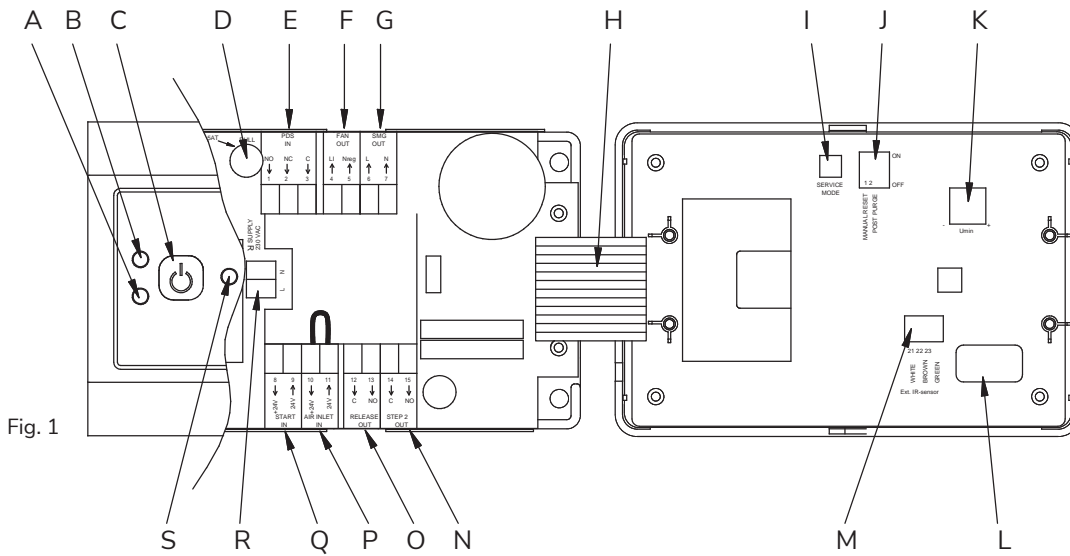

Fig. 1
Kontroller den fabrikkinnstilte DIP-bryterinnstillingen før idriftsettelsen (Fig. 1-J).
- Trykk på ON/OFF-knappen (Fig. 1-C).
- Trykk på servicemodus-knappen (Fig. 1-I) på baksiden av dekselet. Alarm-LED (Fig. 1-A) vil blinke RØDT, og drifts-LED (Fig. 1-B) vil blinke i henhold til posisjonen til pressostaten – se tabellen nedenfor.
- Potensiometeret (Fig. 1-K) stilles til maksimum ved å dreie med klokken.
- Øk deretter pressostatinnstillingen gradvis til den kobler ut (du vil høre et klikk), eller til drifts-LED (Fig. 1-B) skifter fra GRØNN til RØD.
- Trykk på ON/OFF-knappen (Fig. 1-C). Servicemodus er nå deaktivert.